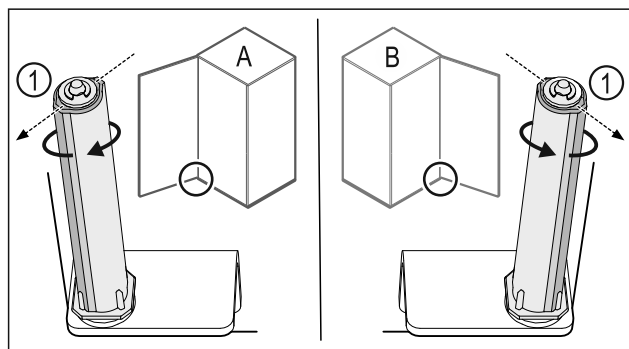

Fig. 23 Отваряне наляво (A) / отваряне надясно (B)
- ▶ Въртете затварящата система срещу съпротивлението, докато ребро на затварящата система Fig. 23 (1) сочи навън.